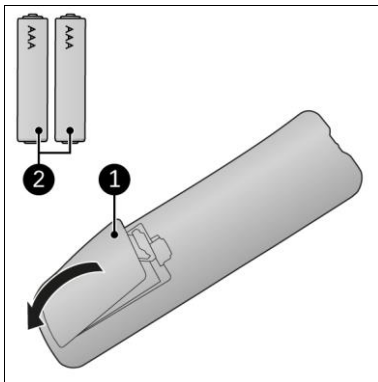

Figure 16
1. Retirez le couvercle (Figure 16, pos. 1).
3. Insérez deux piles (AAA 1,5 V) (Figure 16, pos. 2) comme indiqué dans le compartiment à piles. Veillez à insérer les piles correctement.